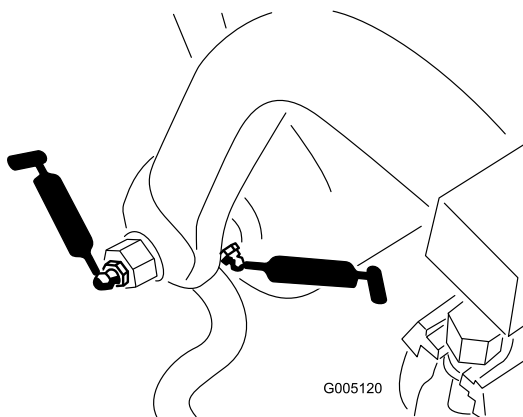

Figure 30
- Axe et rouleau de cadre de traction (12) (Figure 30)